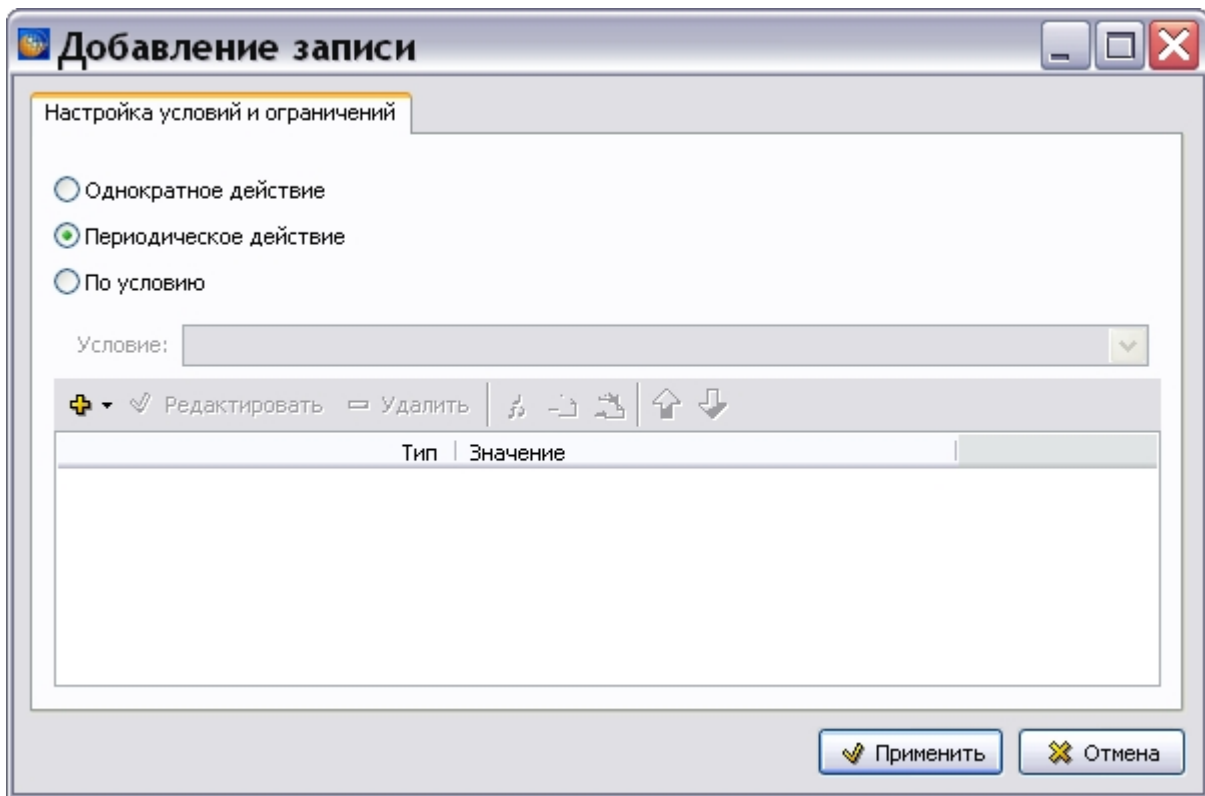

Рис. 3.61
2. В правом окне нажмите на кнопку **Добавить** . После этого откроется окно **Добавление записи** (Рис. 3.61).
Вид окна **Добавление записи** зависит от выбранного вида работы. По умолчанию установлено значение **Периодическое действие**. Поле **Условие** недоступно для ввода данных (Рис. 3.61).